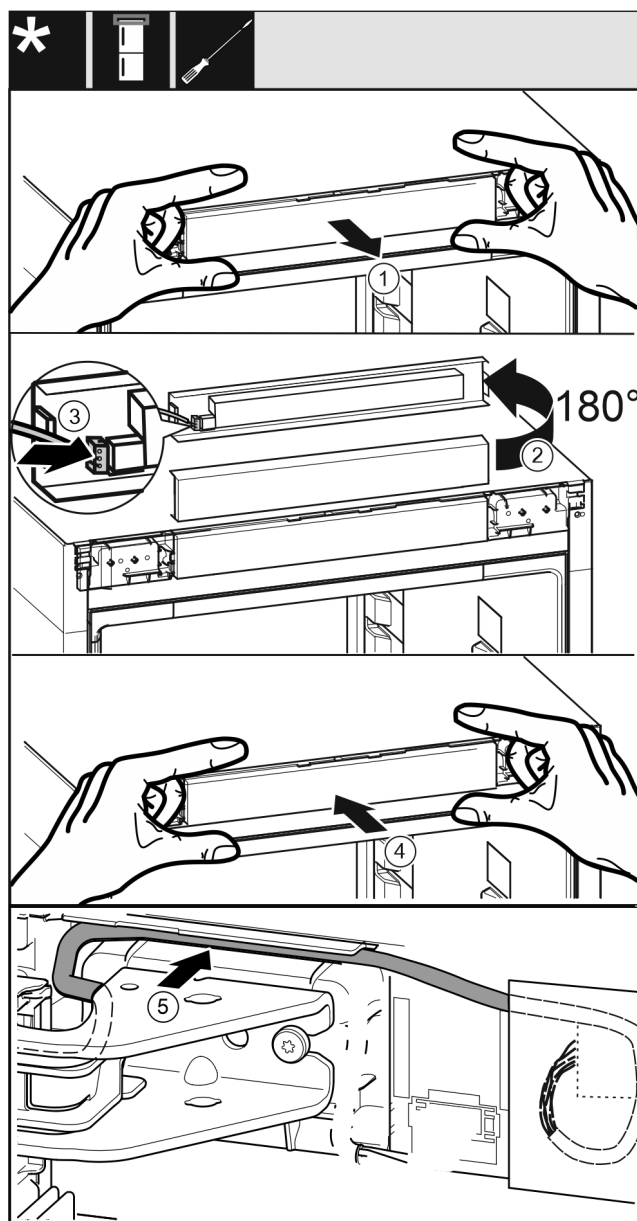

Fig. 53
- Estrarre con cautela la maschera di comando Fig. 53 (1).
- Ruotare la maschera di comando Fig. 53 (2) di 180° verso l'alto.
- Innestare la spina Fig. 53 (3) nella maschera dell'elemento di comando.
- Innestare di nuovo la maschera di comando Fig. 53 (4) sull'apparecchio.
- Posare con cautela il cavo Fig. 53 (5) nella guida sopra il blocco di supporto superiore.